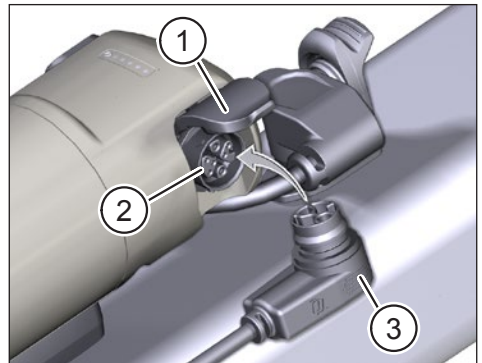

Fig. 3: Range Extender opladen
- ▶ Open de klep (Pos. 1 in Fig. 3) op de laadpoort van de Range Extender.
- ▶ Controleer of de contacten in de laadpoort (Pos. 2 in Fig. 3) vrij zijn van vuil en reinig ze indien nodig.
- ▶ Steek de laadstekker (Pos. 3 in Fig. 3) van de Charger in de laadpoort van de Range Extender.